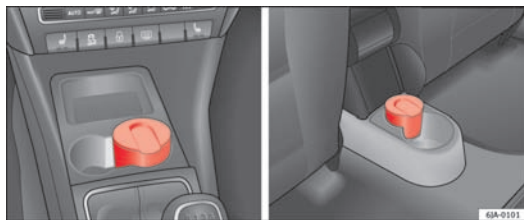

Fig. 85 Midterkonsol: Askebæger foran / Askebæger bagi
- Tag askebæget ⇒ Fig. 85 opad og ud.